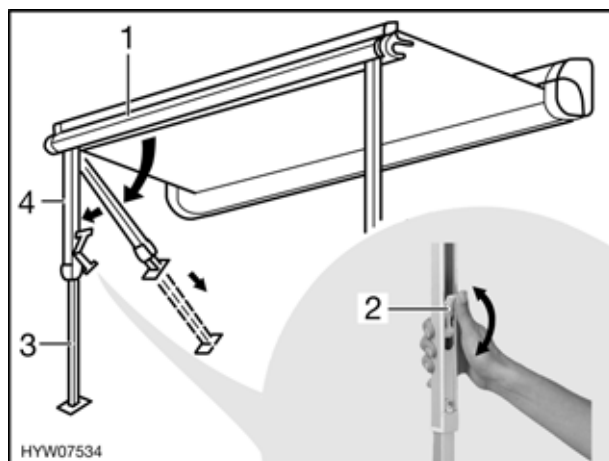

Fig. 35 Installazione dei montanti di supporto
- Estrarre i montanti di supporto (Fig. 35,4) dal listello anteriore (Fig. 35,1) ribaltandoli e montarli.
- Aprire il bloccaggio sui montanti di supporto. A tal fine ripiegare la leva di serraggio (Fig. 35,2) verso l'alto.
- Estrarre la parte inferiore dei montanti di supporto (Fig. 35,3) fino alla lunghezza desiderata.